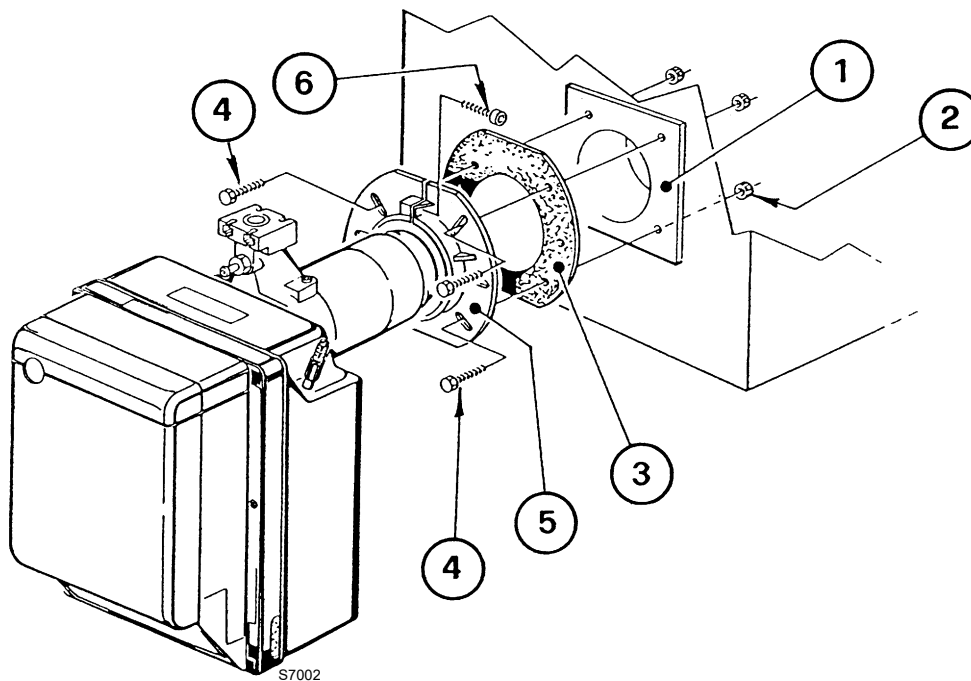

Fig. 11
- Fije la brida 5) en la puerta de caldera 1)(Fig. 11) interponiendo la junta aislante 3) con los cuatro tornillos 4) y (si es necesario) las tuercas 2) sin apretar uno de los dos tornillos superiores 4).